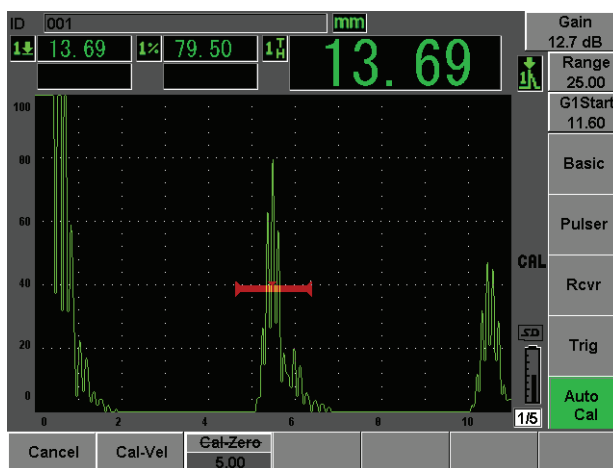

Рис. 2-15 Начало строба 1
11. Доведите показание до 80 % полной высоты экрана с помощью функции (**AUTO XX%**) [см. Рис. 2-15 на странице 44].